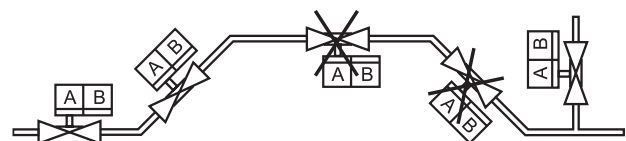

Рис. 2
4.2.4 Произведите монтаж клапана на трубопровод, в соответствии с рекомендацией по расположению клапана на трубопроводе (рис. 2). Не допускается расположение электромагнитных катушек «А» и «В» в секторе ниже продольной оси клапана.